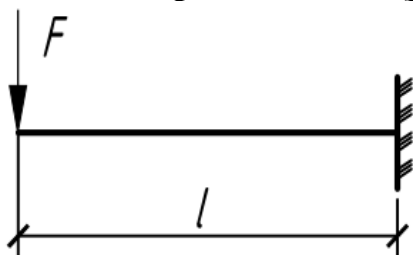

Рис. 4.36
4.36. Консольная балка прямоугольного сечения площадью  $A$  изгибается силой, приложенной на ее свободном конце. Указать, как с помощью тензометра, наклеенного на балку, определить модуль сдвига материала балки (рис.4.36).